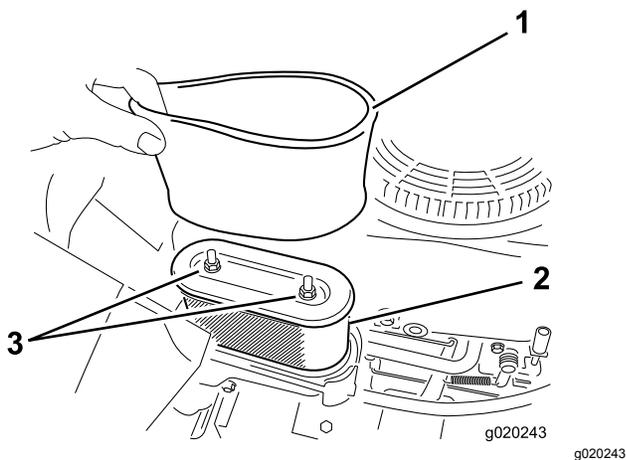

Figura 31
5. Retire cuidadosamente los elementos de gomaespuma y papel de la carcasa del limpiador de aire (Figura 31).
- Nota:** Si está muy sucio, cambie el elemento de papel (Figura 31).
1. Instale el filtro de gomaespuma sobre el filtro de papel (Figura 31).